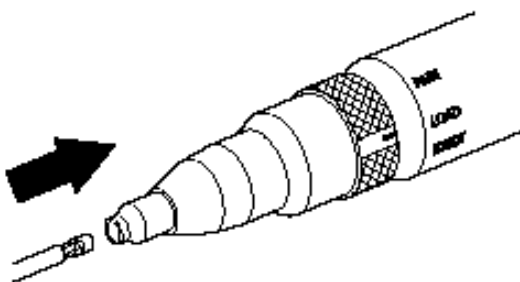

Figura 3 - Instalando a broca
4. Inserir a broca dentro do mandril com um movimento de rosquear (figura 3). A linha de segurança sobre a linha da haste da broca deve desaparecer dentro da peça de mão.